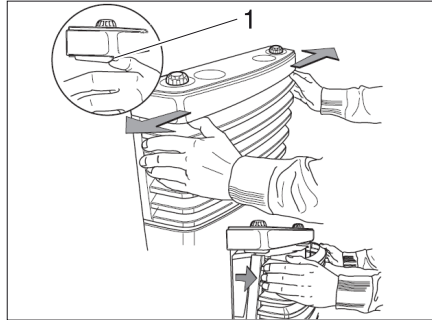

Bild 104 Ta bort höljets framdel från värmeaggregatet
- Ta bort höljets framdel från värmeaggregatet. Tryck förslutningsfjädrarna (Bild 104,1) ut till sidorna, sväng klädseln framåt och lyft ur de undre lagren.